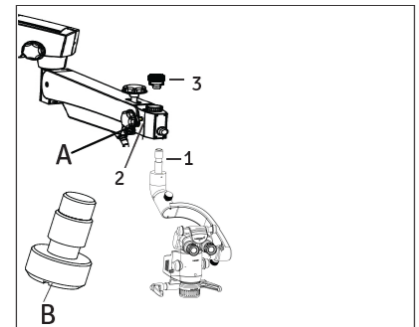

Abb. 39
### 4. Nehmen Sie die Schrägkupplung mit Vergrößerungswechsler aus der Verpackung und befolgen Sie die Anweisungen gemäß Abb. 39.
**ACHTUNG:** Stellen Sie sicher, dass die Sicherungsschraube (B) an Position (2) fest sitzt, um ein plötzliches Herunterfallen der Kupplung zu vermeiden. Die Sicherungsschraube muss immer mit dem Feststellknopf A des Trägerarms verbunden sein. Abb. 39